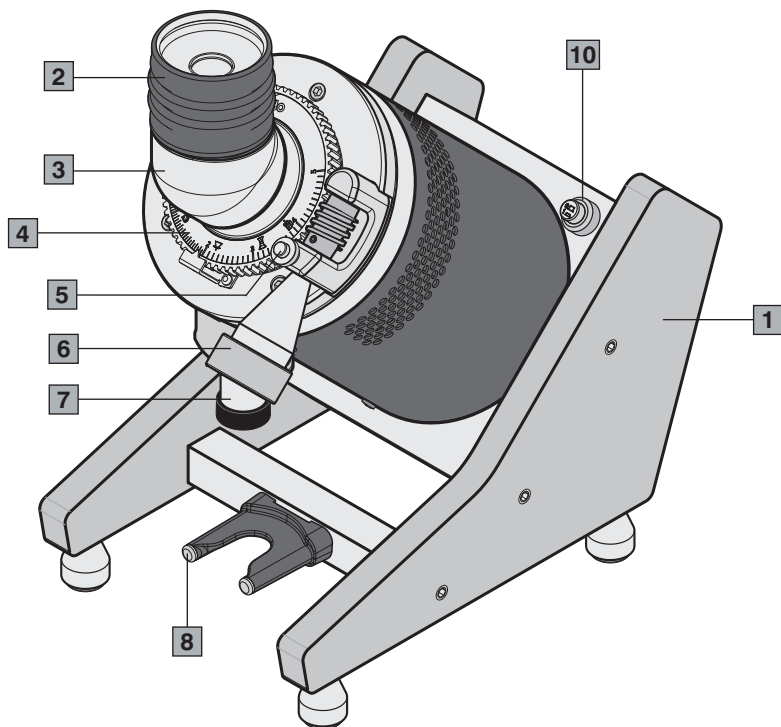
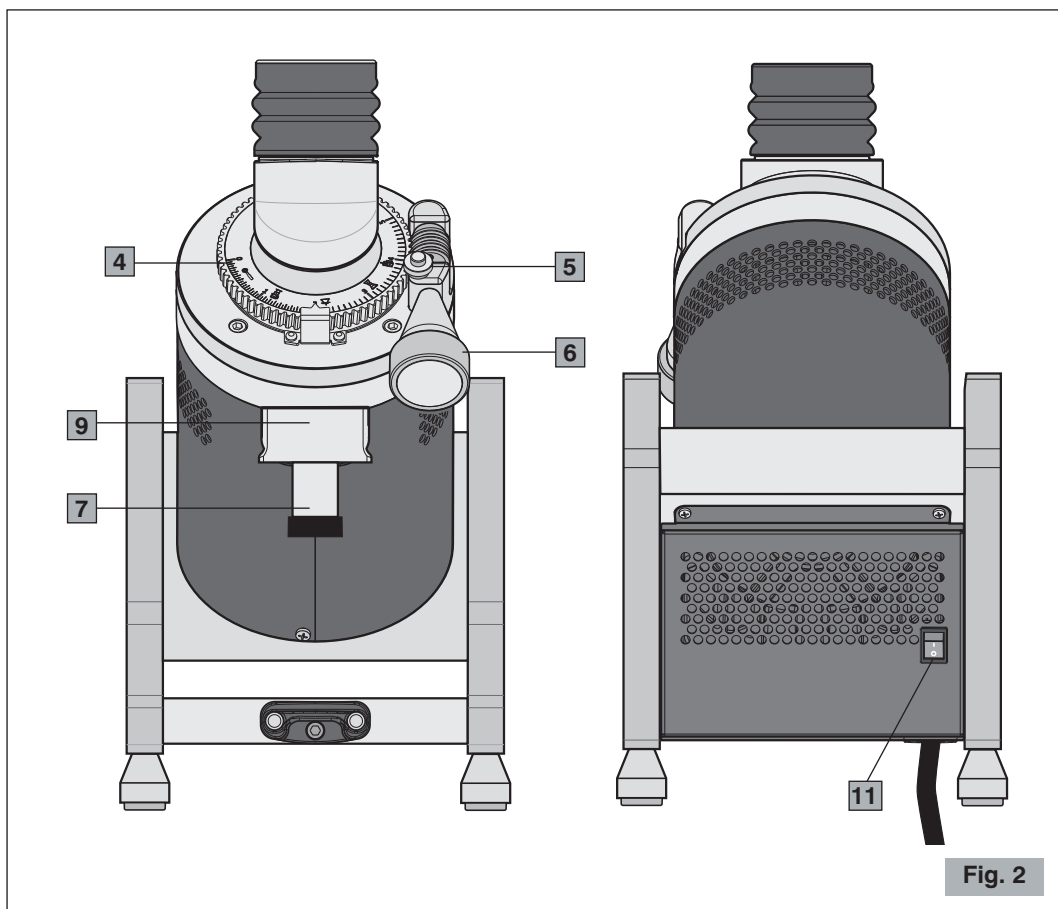

Fig. 1
Fig. 2
Componenti principali (Fig. 1, Fig. 2)
Prima di collegare la spina alla presa di corrente accertarsi che l'interruttore ON-OFF (11 Fig. 2) sia in posizione "O" di spento.
- 1** Portare l'interruttore ON-OFF sulla posizione "I" (11 Fig. 2).
- 6** Dopo che tutti i chicchi di caffè siano stati completamente macinati, colpire il soffietto (2 Fig. 1) con il palmo della mano, assicurandosi di coprire completamente il suo imbocco. Per far scendere completamente tutto il caffè macinato, tirare verso il basso e rilasciare 2 o 3 volte il sistema svuota bocchetta erogatrice (9 Fig. 2).